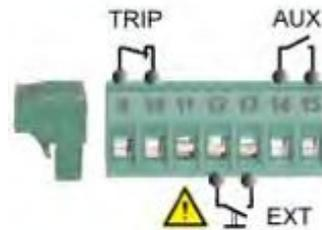

Fig. 2-8. - Ingressi e uscite
④ **Contatti di potenza.** Interruttore a 2 o 4 poli, a seconda del tipo di unità.
⑤ **Morsetti 9-15.** (Fig. 2-8)